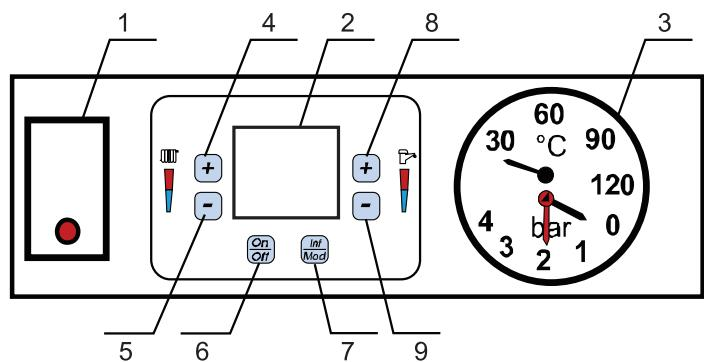

Рис. 2. Общий вид панели управления.
Если на дисплее возникает код ошибки (см. разд. 9.2), одновременно нажмите кнопки «On/Off» и «Inf/Mod» (см. рис. 2 поз. 6 и 7) на две секунды, котел повторит цикл розжига.
- нажмите кнопку «On/Off» (см. рис. 2 поз. 6), функция предотвращения замерзания остается активной, на электронный блок продолжает подаваться электропитание, но не происходит нагрева теплоносителя;
С помощью кнопок регулировки температуры теплоносителя (см. рис. 2 поз. 4 и 5) можно изменить температуру с минимальной 30 °C до максимальной 85 °C. Не рекомендуется эксплуатировать котёл при температуре отопления ниже 45 °C.
С помощью кнопок регулировки температуры ГВС (см. рис. 2 поз. 8 и 9) можно изменить температуру с минимальной 35 °C до максимальной 55 °C.
С помощью кнопки «On/Off» (см. рис. 2 поз. 6) выберите режим «Зима» или «Лето», включите или выключите соответствующий режим. На дисплее появится символ индикации летнего или зимнего режима (см. табл. 2).